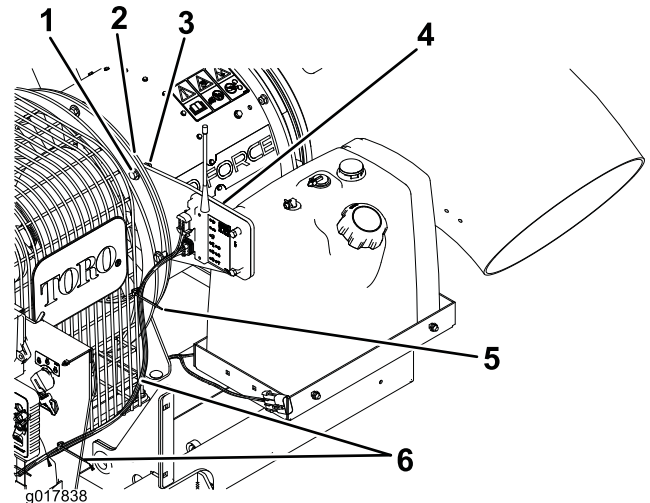

図 3
6. ブローハウジングを吸気リングに固定しているねじ (2本) を外す (図 3)。ここがコントローラプレートと無線コントロールユニットの取り付け場所となる。
7. コントローラプレートを、ブローハウジングの背面に取り付ける；5/16 x 1-1/2 インチねじ（2本）、平ワッシャ、フランジ・ナットを使用する（図 3）。